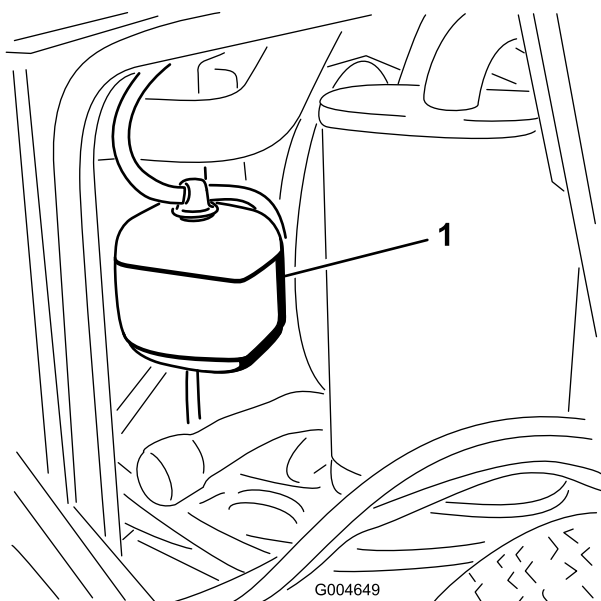

Figura 51
1. Controllate il livello di refrigerante nel serbatoio di espansione (Figura 51). Il livello di refrigerante